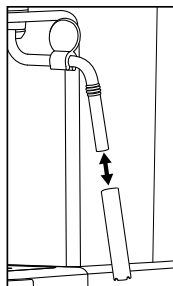

Fig. 3
- 5) Retirez la gaine du mousser à lait **8** (voir figure 3) et nettoyez-la soigneusement dans de l'eau chaude et un peu de liquide vaisselle. Le cas échéant, utilisez une petite brosse pour nettoyer également l'intérieur de la gaine. Rincez ensuite la gaine à l'eau claire.
- 7) Glissez à nouveau la gaine sur la buse (figure 3).